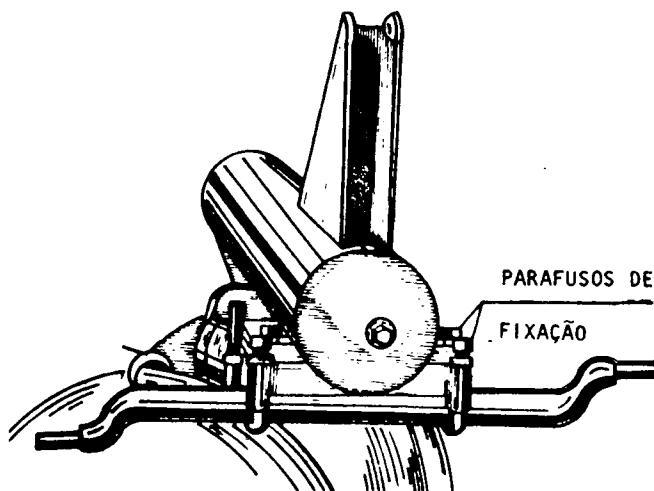

Fig. 2
- b Solte os parafusos que fixam o eixo transversal (fig. 2).